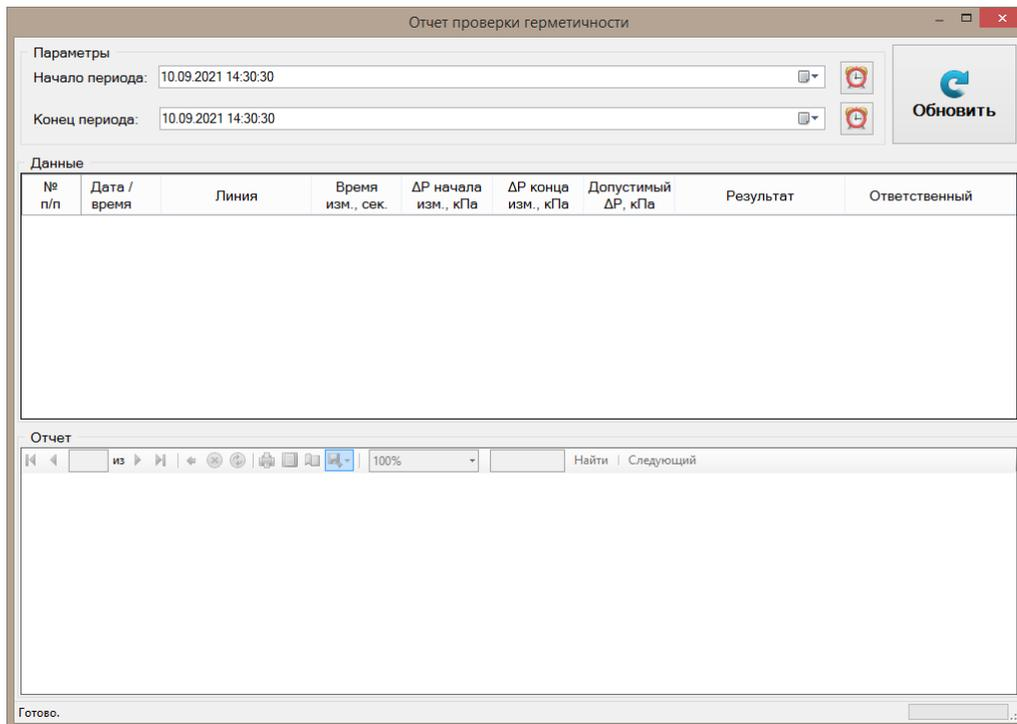

Рисунок 7 – Отчет проверки герметичности
2. «Отчет поверки герметичности» - дает возможность создать отчет поверки герметичности (рис. 7, 8).